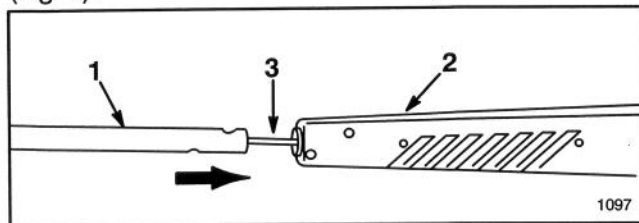

Figure 5
1. Le cas échéant, redresser le câblage. Pousser le câblage dépassant du tube en métal dans le carter moteur jusqu'à ce que le tube soit près du carter (Fig. 5).